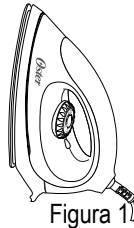

Figura 1
- La Plancha siempre debe ser guardada en posición vertical (Figura 1).